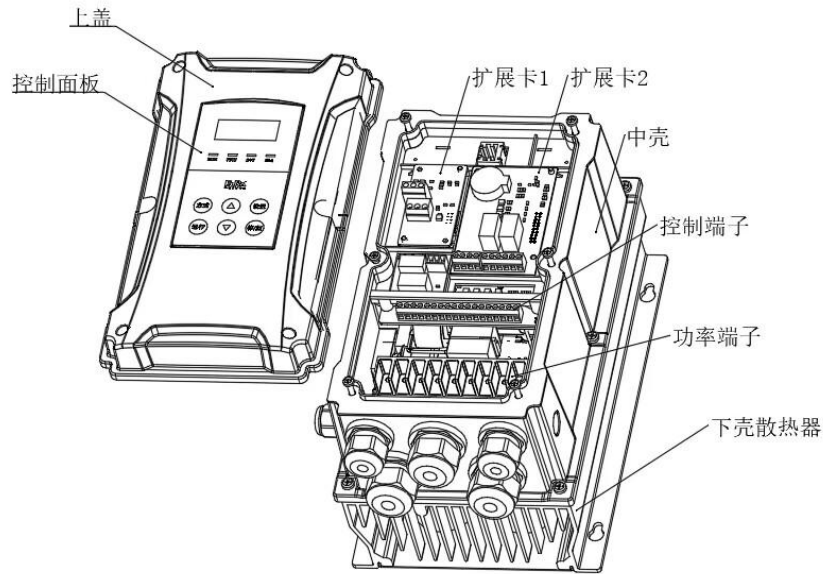

图 8-1 内置扩展卡安装示意图
- 扩展卡安装在变频器内扩展卡 2 位置，如图 8-1 所示，使用 3*6 的自攻螺丝安装固定；